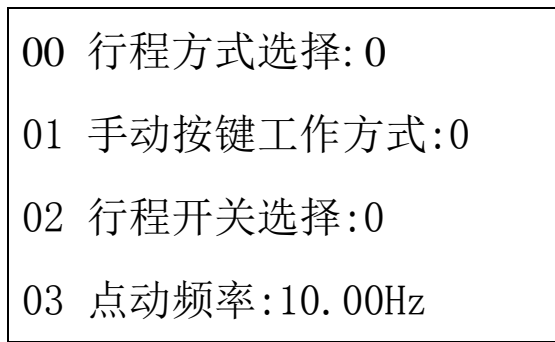

图 2-4
2).选中主菜单中的某个功能后，按下确定键则进入子界面，如图 2-4 所示，(以机械行程为例)。